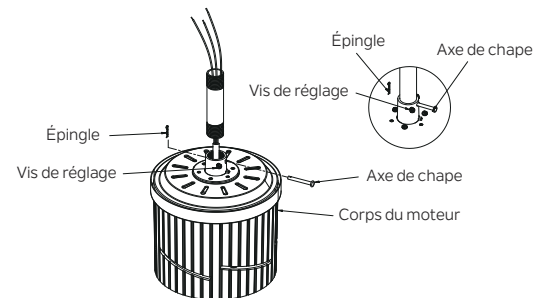

Fig. 8
**Étape 4.** Faites passer avec précaution les fils du ventilateur et le câble de sécurité à travers la tige descendante. Vissez la tige descendante sur l'accouplement du moteur jusqu'à ce que les trous des broches de la chappe soient alignés. Ensuite, remplacez l'axe de chappe et l'épingle, puis serrez les deux vis de réglage. (Fig. 8)